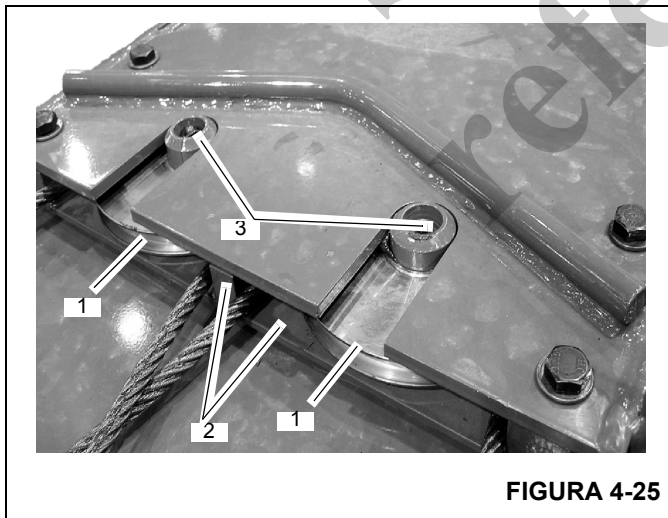

FIGURA 4-25
4. Instale dos poleas de cables sincronizadores de extensión (1) en los ejes del miembro soldado de montaje de poleas (2). Instale una grasa (3) en cada eje. Coloque este conjunto en la parte superior delantera de la sección central exterior (Figura 4-25).